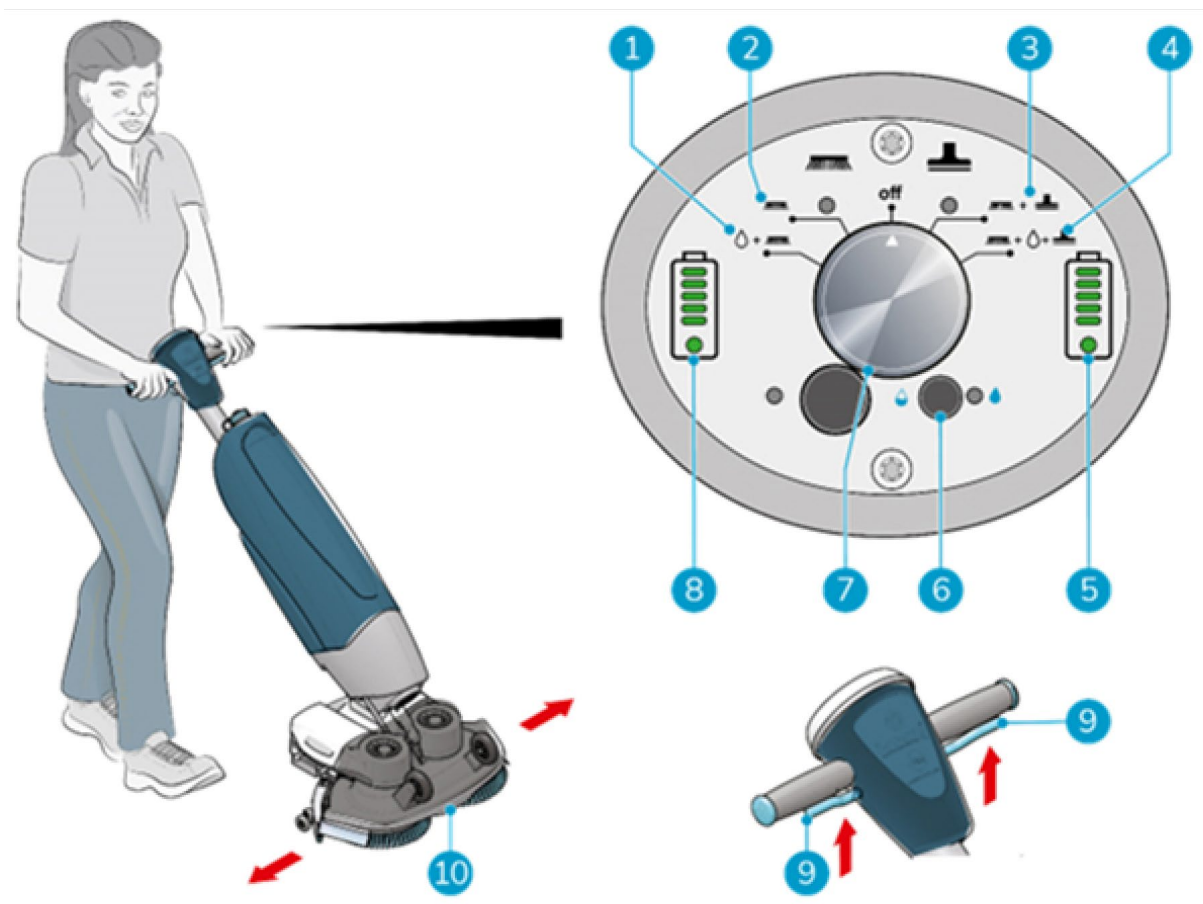

Figure 18
4. Tenez-vous derrière l'i-mop® XL. Sélectionnez le mode de nettoyage souhaité en tournant le bouton de commande. (figure 18, pos. 7)
MODE 1 : Brosse + eau/solution de nettoyage (figure 18, pos. 1).
MODE 2 : Brosse uniquement (figure 18, pos. 2).
MODE 3 : Brosse + aspirateur (figure 18, pos. 3).
MODE 4 : Brosse + eau/solution de nettoyage + aspirateur (figure 18, pos. 4).
8. Dirigez en tournant doucement la poignée vers la gauche ou vers la droite pour déplacer le plateau de brossage (figure 18, pos. 10).
9. Relâcher la gâchette (Figure 18, pos. 9) arrêtera immédiatement l'i-mop® XL. Le moteur d'aspiration s'arrêtera après 3 secondes.